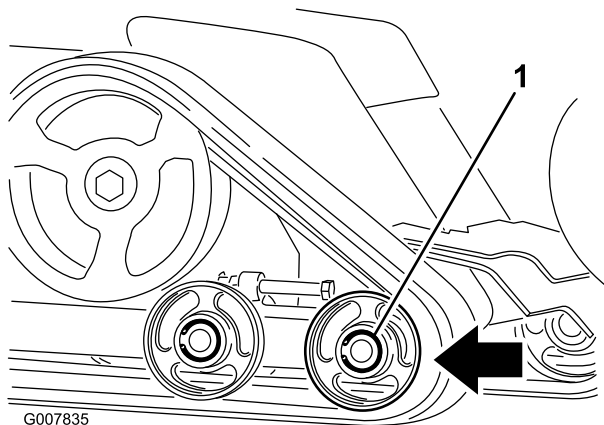

Figura 44
6. Empurre a roda de estrada dianteira para trás o máximo possível (Figura 44).
8. Quando a lagarta estiver fora da roda de estrada, retire-a da máquina (Figura 44).
9. Começando na roda motora de transmissão, enrole a nova lagarta em torno da roda motora, assegurando que as porcas da lagarta se encaixam nos espaçadores da roda motora (Figura 44).
10. Empurre a lagarta para debaixo e para o meio das rodas de estrada traseira e central (Figura 44).